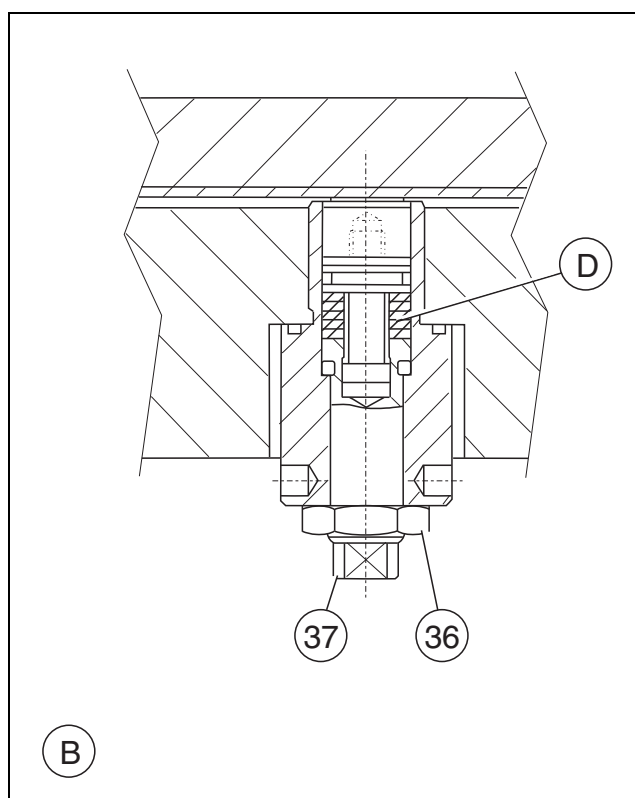

Fig.6
- c) Se il risultato dell'operazione precedente è positivo, procedere al recupero dei giochi sui tappi tipo B (Fig. 6). Allentare il dado **36** sui tappi posti sulla metà inferiore dell'otturatore, avvitare il perno **37** fino a che non si è recuperato tutto il gioco e si noti che l'otturatore tende scostarsi verso il basso.